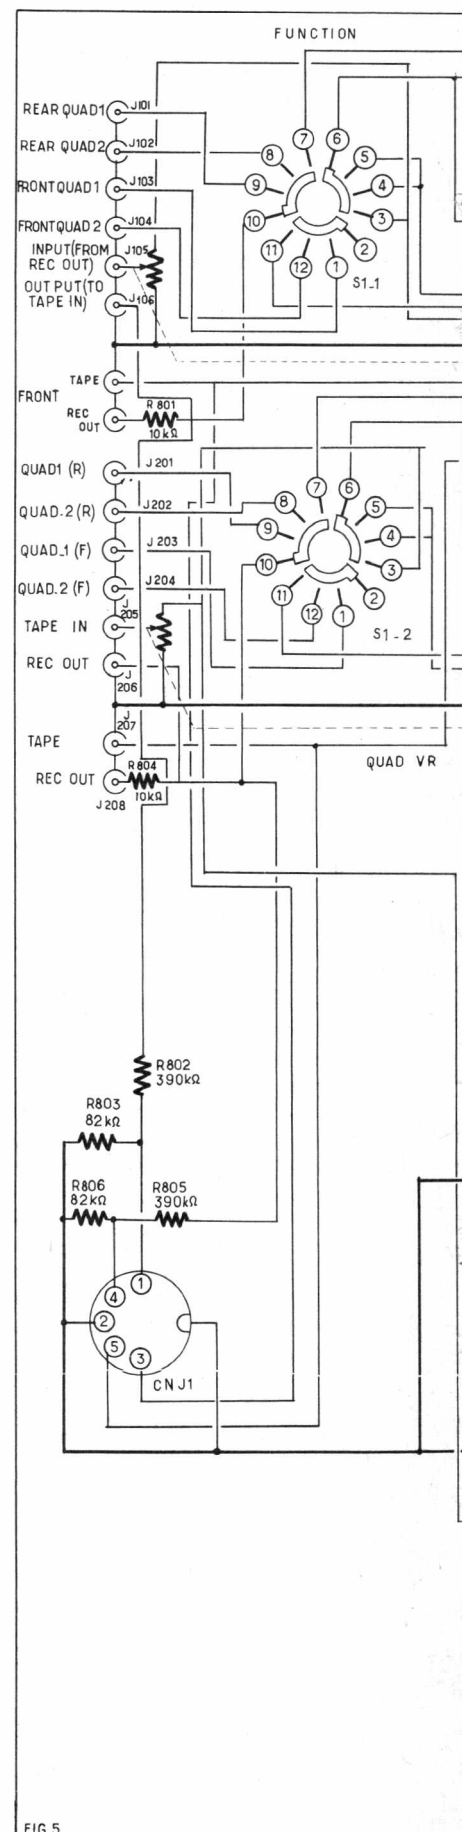

FIG.5
L'appareil (F) TA2240 possède les branchements suivants, indiqués de gauche à droite sur la figure 5 :
Ce schéma est donné par la figure 5. De gauche à droite on distingue les éléments suivants : entrées; commutateur S_1 composé de S_{1-1} et S_{1-2} , commutateur S_2 à deux sections S_{2-1} et S_{2-2} , commutateur S_3 composé de S_{3-1R} et S_{3-1F} , commutateur S_4 avec les sections S_{4-1} et S_{4-2} ; amplificateur de tonalité section arrière à transistors Q_{301} , Q_{302} et Q_{105} pour un canal et Q_{401} , Q_{402} et Q_{205} pour l'autre canal.
Ces deux amplificateurs de tonalité se terminent sur les sorties 1 et 2 (en parallèle) pour l'amplificateur supérieur (sur le schéma) et les sorties 1 et 2 (en parallèle) pour l'autre amplificateur schématisé en bas de la figure 5.
canal G, canal D, inversion des signaux stéréo, signal G + D, signal G — D. Il est en position stéréo. Le commutateur S₄ se nomme *commutation des fonctions QUAD*. Il est à trois positions : arrière non branché, retard, quad. Enfin S₅, le *commutateur de « puissance »*. Il assure les fonctions marche et arrêt. Il est disposé dans le primaire du transformateur d'alimentation (en bas et à droite sur le schéma de la figure 5).